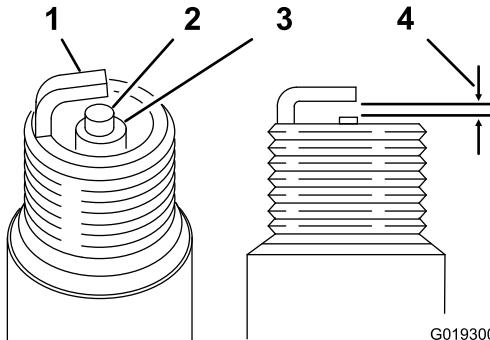

Figure 34
3. Réglez l'écartement des électrodes entre 0,6 et 0,7 mm, comme montré à la (Figure 34). Posez la bougie avec l'écartement correct et serrez-la fermement à 23 N·m